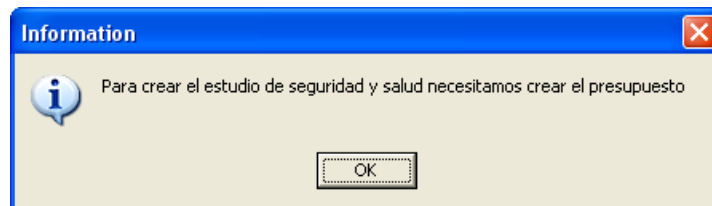
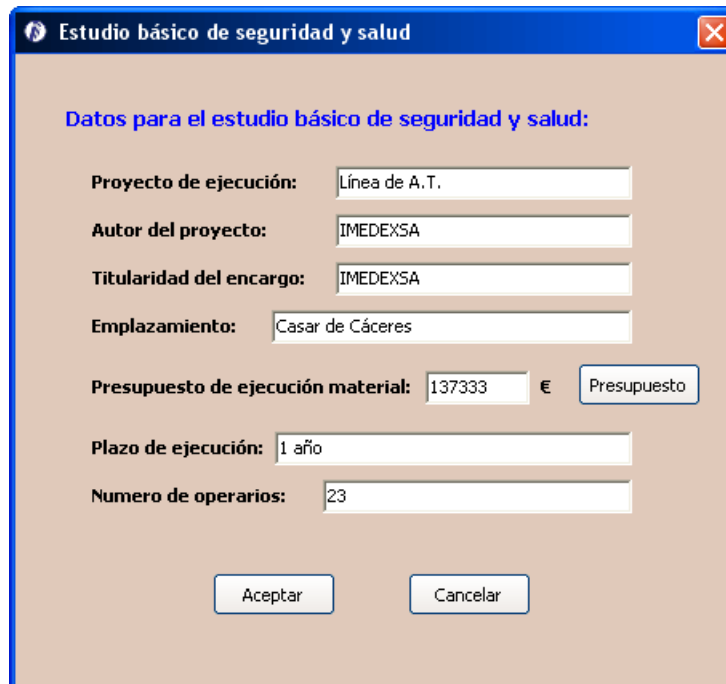

Figura 8.18. Información sobre Estudio de Seguridad y Salud
Figura 8.19. Exportación del Estudio de Seguridad y Salud a Microsoft Word
- Estudio de Seguridad y Salud.** Seleccionamos el ESS y el programa nos informa que para ello necesita crear el presupuesto (Figura 8.18), aceptamos nos lleva de nuevo a la ventana anterior (Figura 8.17), volvemos a aceptar aparece la ventana de datos para el ESS (Figura 8.19). Introducimos los datos necesarios sobre la línea. Esta ventana nos muestra también el presupuesto total de la línea el cual podemos modificar en el botón *presupuesto* que nos vuelve a llevar a la ventana de precios del presupuesto (Figura 8.17).